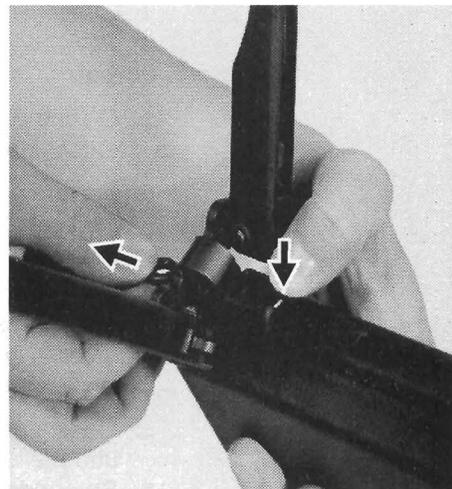

Bild 72 Zweibein wechseln
- ⇒ Blattfeder am Handschutz eindrücken und Ösenbolzen nach vorne herausziehen (Bild 72).